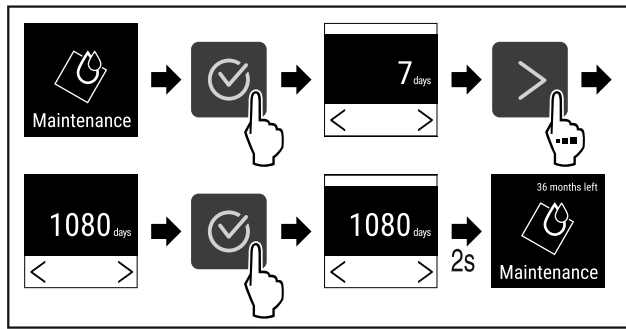

Fig. 75
- ▶ Handlungsschritte (siehe Fig. 75) durchführen.